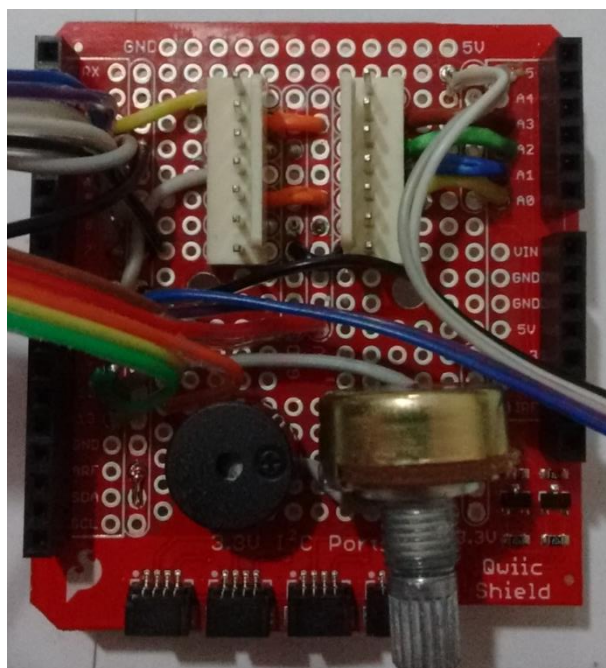
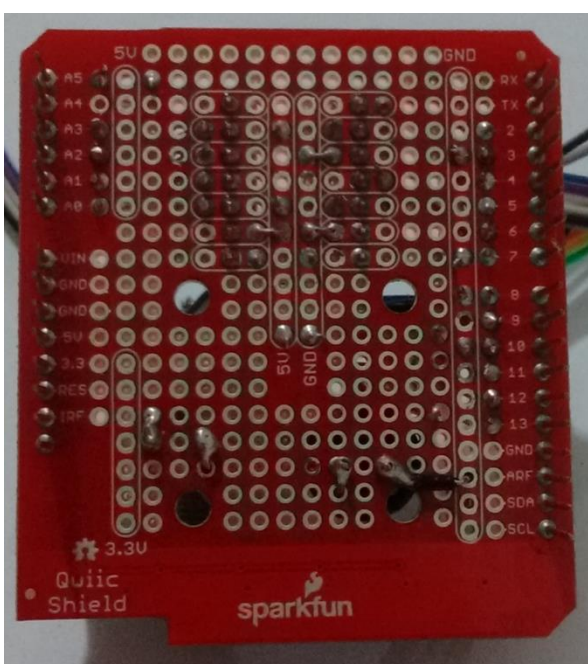

Figura 37 - Detalhe da Shield com componentes e cabos soldados (vista superior).
Figura 38 - Detalhe da Shield com componentes e cabos soldados (vista inferior).
6. Soldar dois conectores KK 7 vias macho à Shield conforme Figura 37 e Figura 38
8. Soldar potenciômetro (utilizado como resistor variável) e Buzzer à Shield, conforme diagrama e Figura 37